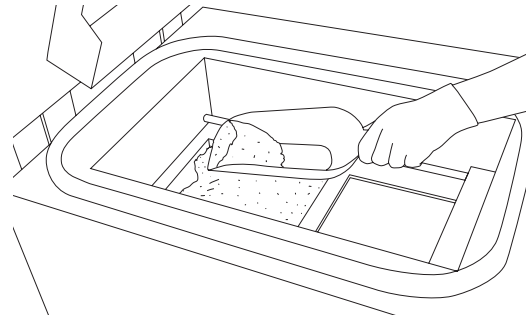

Bild 37. Entfernen des Pulvers aus dem VORSCHUBBETT.
- Das restliche ungesinterte Pulver aus dem VORSCHUBBETT sollte in das DRUCKBETT gelegt werden. Reinigen Sie das VORSCHUBBETT genau von dem restlichen ungesinterten Pulver, einschließlich der Umgebung der BETTEN. Dies kann mit einem Spatel erfolgen (Bild 37). Die SKIP-Taste kann gedrückt werden, wenn der Reinigungsvorgang bereits durchgeführt wurde.